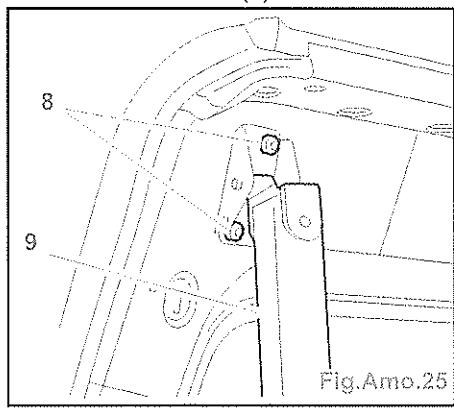

Fig.Amo.25
- Soulever la poignée (5).
- Soulever, basculer la traverse mobile (6) vers l'arrière.
- Comprimer, déposer les tirants (7).
- Déposer (Fig.Amo.25) :
- les vis (8),
- la traverse mobile (9).